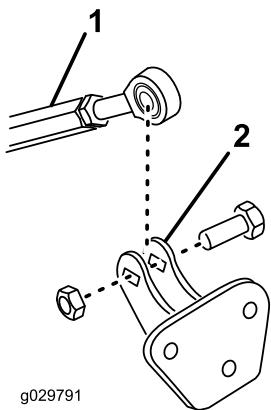

Figura 10
5. Fissate l'estremità dell'asta dell'attacco filettato al gruppo di supporto dell'attacco con un bullone (1/2 x 1-1/2 poll.) e un dado di bloccaggio (1/2 poll.) come mostrato nella Figura 10.